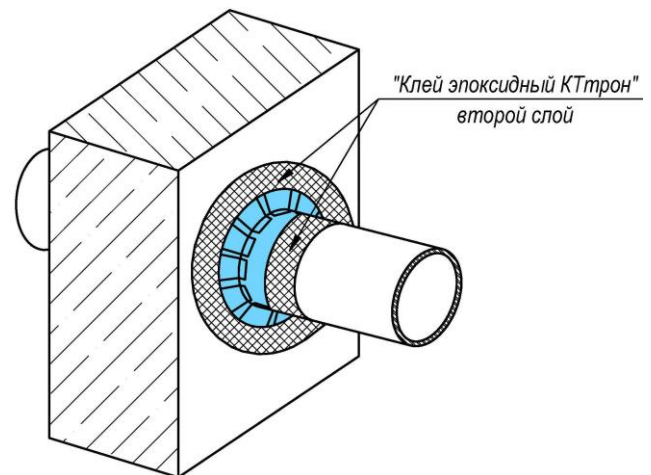

Рис. 10
- Нанести второй слой клея, согласно п. 2.2 (Рис. 10).